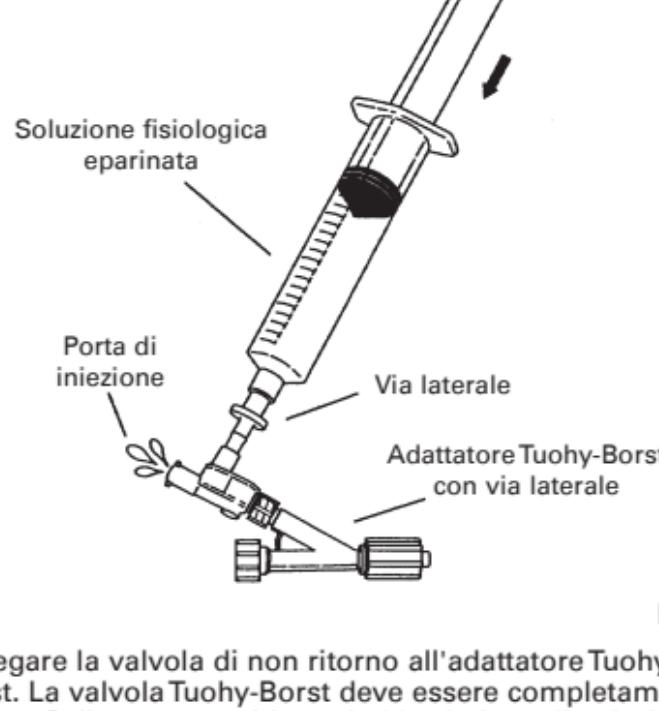

Fig. 2
4. Collegare la valvola di non ritorno all'adattatore Tuohy-Borst. La valvola Tuohy-Borst deve essere completamente chiusa. Collegare una siringa da 20 ml piena di soluzione fisiologica eparinata alla via laterale dell'adattatore con valvola di non ritorno ed eliminare lentamente l'aria dalla porta di iniezione. (Fig. 2)